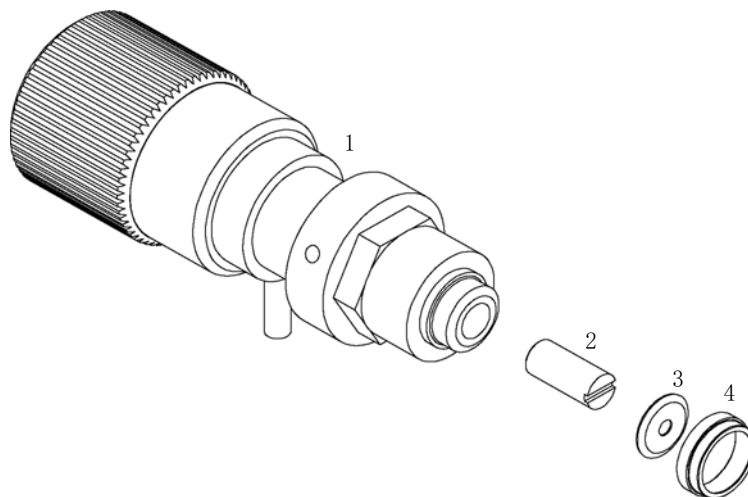

图 25 清洗阀零件
- 6 将新的滤芯放入冲洗阀，让狭槽朝向金色密封垫（请参阅第 119 页的图 25）。